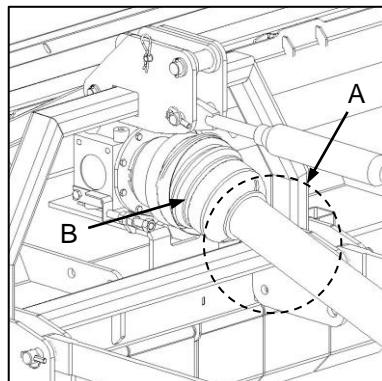

Fig. 4
- ✔ Following installation of the PTO shaft, lift the implement to an acceptable transport height and ensure that there is no contact between the PTO shaft and any part of the implement (Fig. 4-A).
- ✔ Ensure that universal joint operating angles (Fig. 4-B) are not exceeded and that over-compression or over-extension of the PTO shaft is avoided.
- ✔ Na installering van die kragaftakkeras moet die implement tot 'n aanvaarbare vervoerhoogte gelig word en verseker word dat daar geen kontak tussen die kragaftakkeras en enige deel van die implement is nie (Fig. 4-A).
- ✔ Verseker dat kruiskoppelingwerkshoeke (Fig. 4-B) nie oorskry word nie en dat oorkompressie of oorverlenging van die kragaftakkeras vermy word.